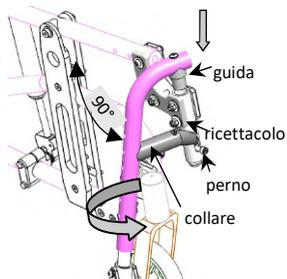

fig. 21: Inserimento/Disinserimento tubo poggiagamba
- * **Versione ribaltabile** (fig. 21)